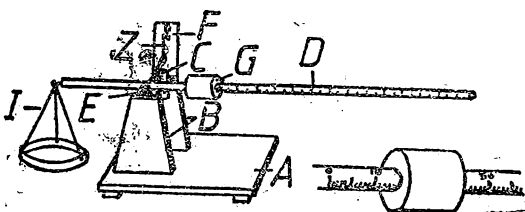

Fig. 2.87
Materiale (se va urmări fig. 2.87): 1) placa suport (A) cu dimensiunea de 20/20 cm se taie din scândură groasă de 1,5—2 cm; 2) suportii verticali (B), din același material cu placa A, avind înălțimea maximă de 25 cm; 3) doi suporti de ax (C), din tablă; 4) tija (D), lungă de 50 cm, poate fi o țevă de aluminiu cu diametrul de 1 cm, sau o bară cilindrică din lemn cu diametrul de 1,2—1,5 cm; 5) axul balanței (E) va fi din sirmă cu diametrul de 0,4—0,5 cm; 6) placa pentru indicarea punctului zero poate fi din carton, placaj sau material plastic; 7) cursorul (G) este o bucată de țevă din fier, lungă de 5 cm, cu diametrul interior de 1—2 mm mai mare decât al tijeii D (poate fi lucrat și din lemn); 8) tasul (H) este o farfurioară din material plastic, sau capacul cilindric al unei cutii; 9) sforile (I) din bumbac sau material plastic (gută pescărească subțire); 10) indicatorul (Z) din sirmă subțire, zincată; 11) cuișoare, șuruburi pentru lemn.